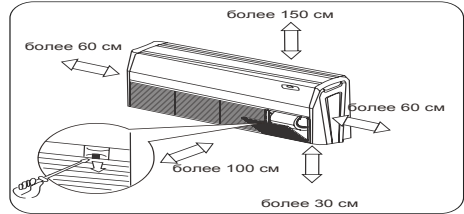

Рис.2
- (1) Место, в котором холодный воздух сможет распределяться по всей комнате.
- (2) Место, в котором можно легко слить конденсат.
- (3) Место, которое выдержит вес блока.
- (4) К фанкойлу должен быть обеспечен доступ для обслуживания и ремонта.
- (5) Место, в котором можно легко подключить водоохлаждающую трубку.
- (6) Место, в котором расстояние до электрических приборов, таких как телевизор и аудио-устройства будет не меньше 1 м.
- (7) Не устанавливайте фанкойл рядом с источником тепла, влаги или горючего газа.
- (8) Убедитесь, что установка соответствует монтажной схеме.
- (9) Вокруг устройства должно оставаться достаточно места для вентиляции (Рис.2).
- (10) Место для установки должно иметь расстояние до пола от 2.3 м.